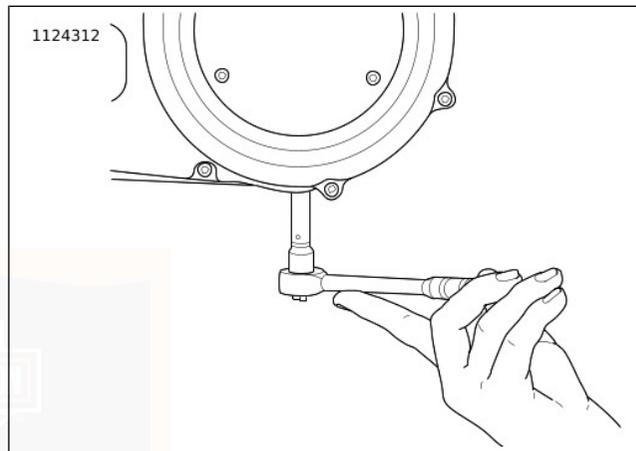

Figure 68. Dépose/pose du bouchon de vidange du carter de chaîne
3. Voir Figure 68 . Vidanger le carter de chaîne primaire.